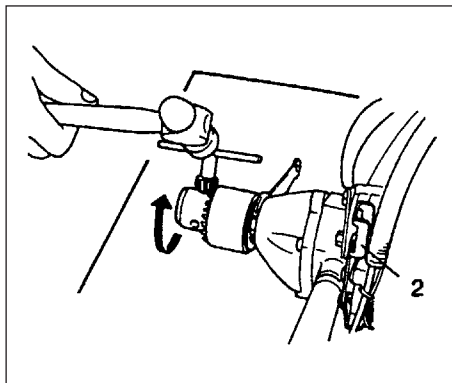

Fig. 2-6B
• Para soltar o porta-brocas, coloque o tensor do outro lado e bata a chave deste lado para desenroscá-lo (contra sentido dos ponteiros do relógio). A alavanca de travamento está accionada. (TED-270PFL/270PFLS/270PFDH/270PFDLS/270PFHS) (Fig. 2-6B)